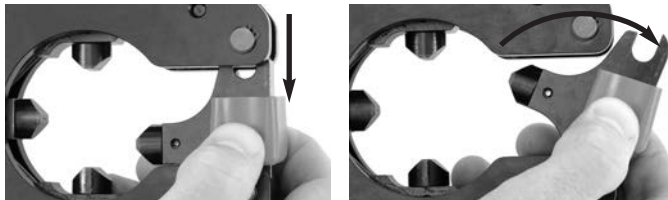

Figure 2 – Ouverture et fermeture de la tête de sertissage
5. Au besoin, ouvrez la tête en tirant sur le manchon du loquet afin de le basculer en arrière (Figure 2), puis refermez la tête autour du connecteur à sertir. Assurez-vous que le loquet est entièrement fermé. Ne pas utiliser l'appareil lorsque ce loquet est entièrement ou partiellement ouvert.